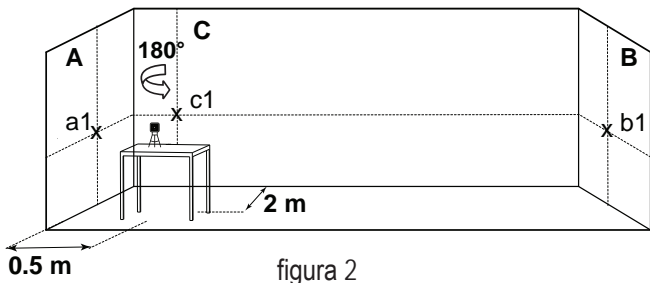

figura 2
7) Segnare sulla parete B il punto di intersezione come b1 (vedi figura 2).